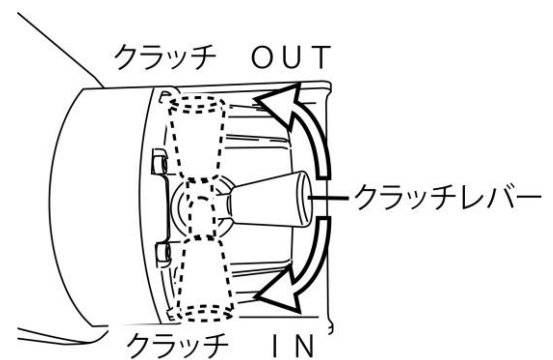

図3
- ① 荷重を掛けて本格的に使用する前に、何度か試運転を行い、操作方法を理解してください。必ず本機を装着している車両のエンジンを始動させて使用してください。
- ② タイヤに車輪止め等を使用して、本機を装着している車両が動かないようにしてください。
- ③ クラッチレバーを『OUT』側に切り替えて、シンセティックロープをドラムから引き出し、フックを対象物のアンカーポイントに掛けてください。この時、ドラムにシンセティックロープを最低5巻分は必ず残してください。クラッチレバーの切り替えは、必ずモーターが止まった状態で行ってください(図3参照)。
- ④ 対象物にフックを取り付け後、クラッチレバーを『IN』側に切り替えてください。クラッチレバーが『IN』側に切り替わらず途中で止まる場合は、シンセティックロープをドラムから少し引き出して、再度切り替えてください(図3参照)。
- ⑤ リモートスイッチをリモートスイッチ差込口に向きを合わせて、確実に接続してください。
- ⑥ 確実にフックが対象物に接続されている事を確認してください。
- ⑦ クラッチレバーが『IN』側に切り替わっている事を確認して、リモートスイッチの『IN』ボタンを押してください。ドラムにシンセティックロープが巻き取られます。
- ⑧ 定期的にドラムにシンセティックロープが均一に巻き込まれている事を確認してください。
- ⑨ **巻き上げ作業中に、クラッチレバーを『OUT』側に切り替えない**でください。
- ⑩ 巻き上げ終了後、対象物が安定している事を確認して、フックをアンカーポイントから取り外してください。
- ⑪ 作業終了後は、シンセティックロープをドラムに最後まで巻き込み、リモートスイッチを取り外し、クラッチレバーを『OUT』側に切り替えてください。
- ⑫ リモートスイッチの『OUT』ボタンを押すと、ドラムが逆回転して、シンセティックロープを送り出すことができます。しかし、過度にドラムを逆回転させると、ブレーキが過熱します。シンセティックロープを引き出す時は、手動で作業をしてください。